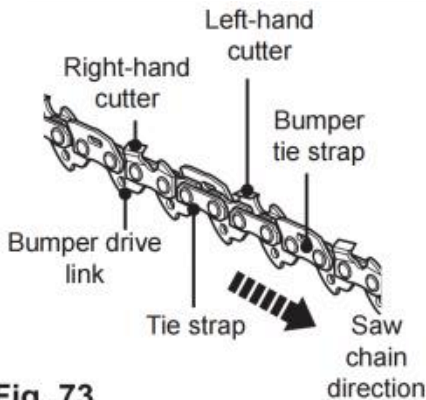

Fig. 73
2. La différence de hauteur entre la dent et la crête correspond à la coupe profonde. Lors de l'affûtage de la chaîne de scie (C12), vous devez tenir compte les points suivants (Fig. 73).